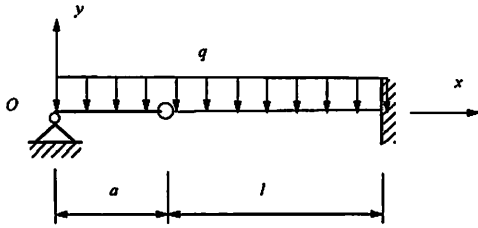

图 2-2
4. 用积分法计算如图 2-2 示梁的挠度，其支承条件和连续条件为_____。